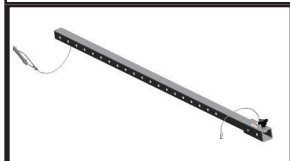

Bild 7
- 90° FÖRLÄNGNING FÖR FORDONSKOPPLING: A2126-10 (se bild 7)